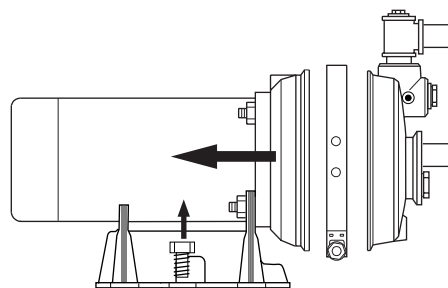

Figure 5
2. Déposer le collier qui retient les deux moitiés de la pompe ensemble (voir la Figure 5).